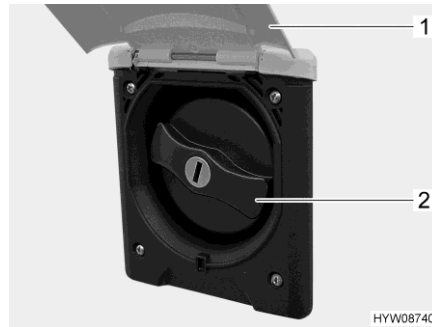

Bild 201 Verschlussdeckel (Trinkwasser-Einfüllstutzen)
- Außenklappe (Bild 201,1) nach oben schwenken.
- Blauen Verschlussdeckel (Bild 201,2) eine viertel Umdrehung drehen.